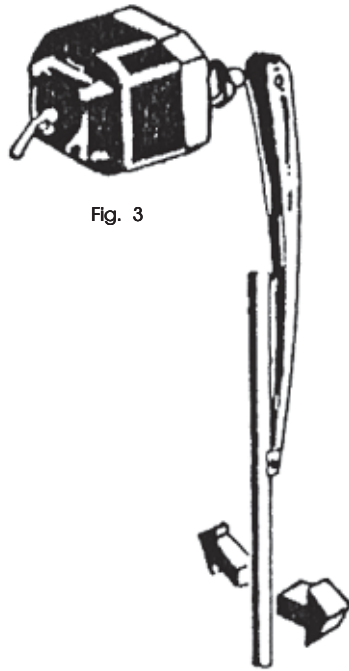

Fig. 3
- Los de un solo brazo limpiador montado directamente en el eje. (Fig. 3)